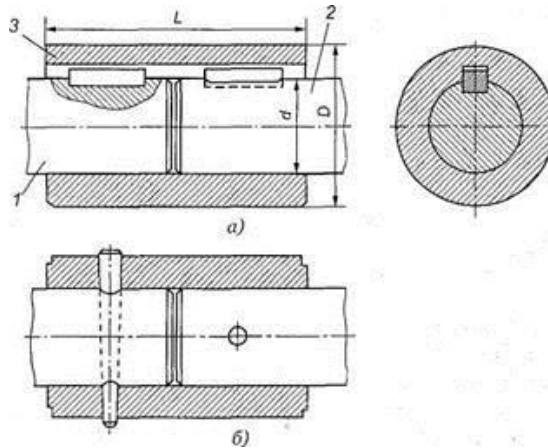

Рис.2. Втулочная муфта: а — крепление на шпонке; б — крепление штифтом
*Втулочная муфта* является простейшей из жестких муфт. Она представляет собой втулку 3 (рис.2), посаженную с помощью шпонок, штифтов или шлицев на выходные концы валов 1 и 2.